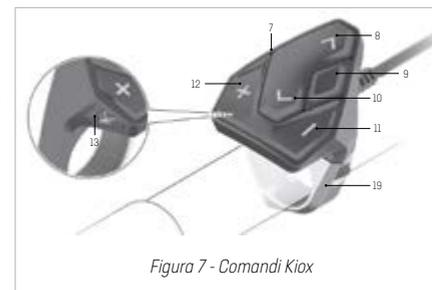

Figura 7 - Comandi Kiox
Premendo i tasti (10) e (8) (si veda Figura 7), è possibile accedere alle varie schermate delle informazioni sui valori di marcia, anche durante la marcia stessa. Ciò consente di mantenere entrambe le mani sul manubrio durante la marcia. Le «Impostazioni» accessibili tramite la Schermata dello stato non possono essere modificate durante la marcia. Premendo il tasto di selezione (9) è possibile eseguire le seguenti funzioni:
Per modelli E-OMNIA X-Type e FX-Type, per attivare l'ausilio alla spinta, premere brevemente il tasto WALK del computer di bordo. Per modelli E-OMNIA T-Type (man e lady), C-Type, FT-Type, per attivare l'ausilio alla spinta, premere brevemente il tasto (13) in Figura 7 del computer di bordo. Una volta attivata la funzione, premere entro 3 secondi il tasto + e mantenerlo premuto. Il propulsore dell'eBike verrà attivato. Nel livello di assistenza OFF, l'ausilio alla spinta non è attivabile. L'ausilio alla spinta verrà disattivato al verificarsi di uno dei seguenti eventi: rilascio del tasto +, bloccaggio delle ruote della bici (ad esempio in caso di frenata o a causa di urto contro un ostacolo) oppure velocità superiore a 6 km/h (3.7 mph per la versione US).